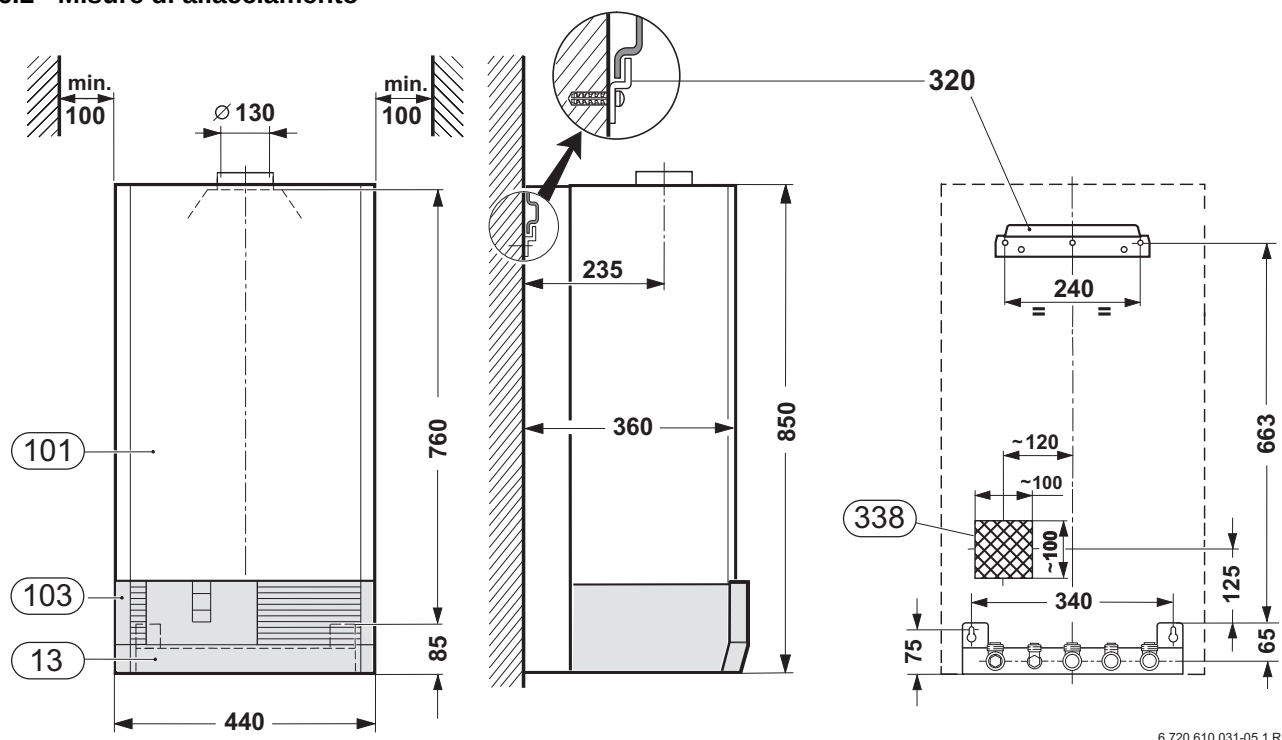

Fig. 6
- Montare il binario di aggancio come da fig. 6.
Si consiglia di far sporgere dal muro il cavo di collegamento alla rete elettrica almeno per 50 cm, la posizione occupata dai cavi di collegamento è indicata in fig. 6 dalla zona scura (338).